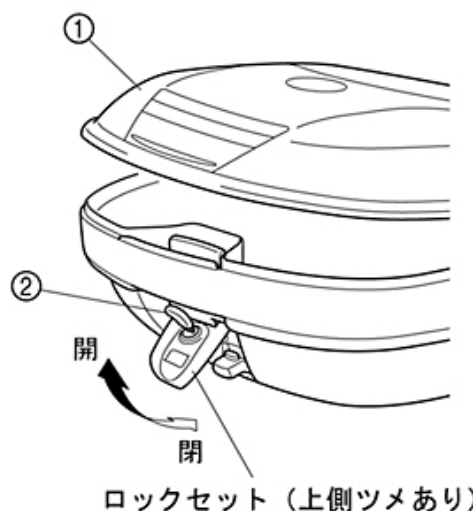

図 A2
2. ①ケースのロックセット下側を手前に引き出し、上側のツメの勘合を外し、ロックセットを上下フリーの状態にします。（図 A2 参照）
3. ①ケースを両手でしっかりと支え持ち、ゆっくりと蓋を開けてください。（図 A2 参照）